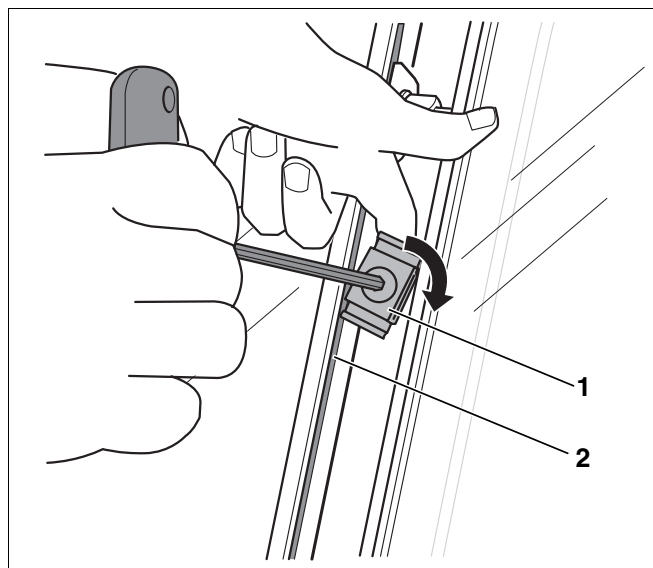

Abb. 48 Kollektorverbinder einsetzen
Der Kollektorverbinder (Abb. 48, **Pos. 1**) verhindert, dass sich die Kollektoren bei hohen Belastungen gegeneinander verschieben. Der Kollektorverbinder ist separat zu bestellen.
- Halten Sie den Kollektorverbinder in die Kulissennut (Abb. 48, **Pos. 2**) im oberen Drittel der beiden montierten Kollektoren (unterhalb der Fühlertauchhülse).